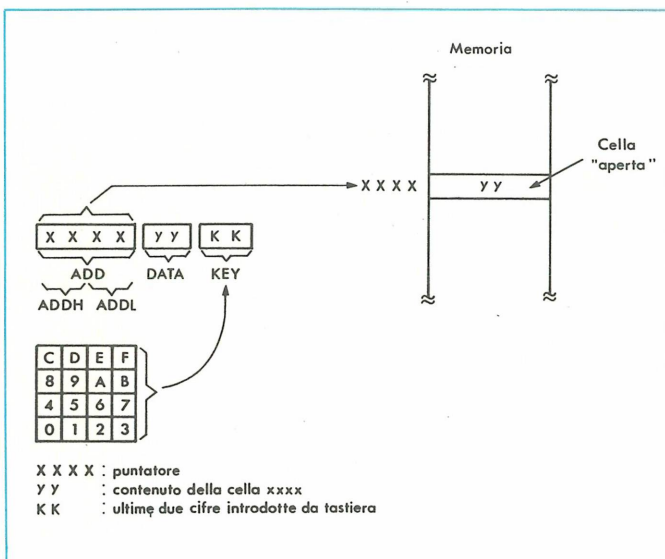

Figura 10 - Campi del visualizzatore e loro contenuto.
Il visualizzatore di 8 cifre presenta Figura 10:
Durante l'esecuzione del monitor la situazione del display è sempre quella di Figura 10. Puntatore alla cella aperta è la coppia di registri DE. I comandi che modificano il puntatore intervengono direttamente su DE e solo successivamente viene aggiornato il buffer di display (sottoprogramma COP).
ADDH (cifre più significative del puntatore di indirizzo, vedi Figura 10).
**LAL** (Load Address Low): carica il contenuto del campo KEY nella parte bassa del puntatore di indirizzo (campo ADDL in Figura 10).